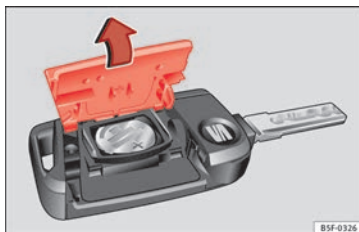

Fig. 135 Chiave del veicolo: aprire il coperchio del vano della batteria.
- Togliere il coperchio della parte posteriore della chiave del veicolo » » **fig. 135** nella direzione indicata dalla freccia » » **①**.
- Collocare il coperchio come illustrato » » **fig. 135** e inserirlo nel vano batteria nella